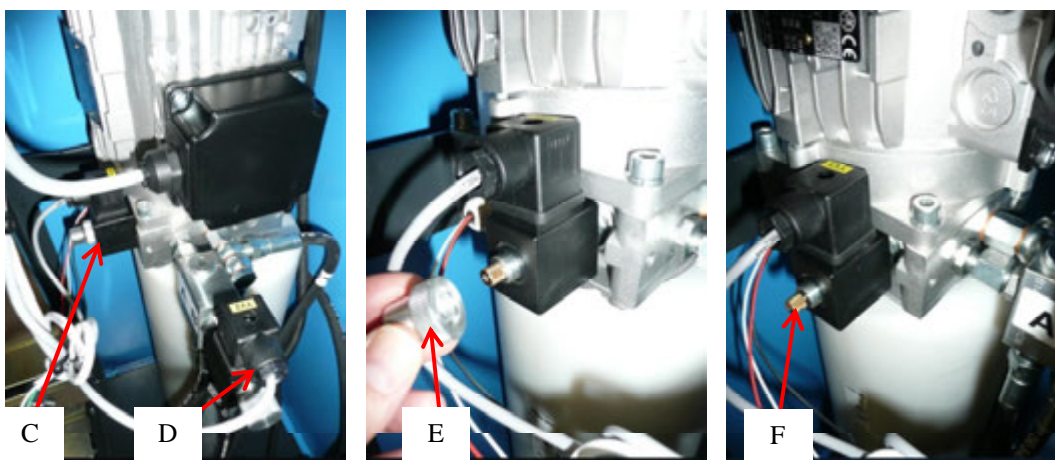

Fig. 18
- c. Draai de dopmoer (E) los van het ventiel (C) dat in het ventielblok geschroefd zit. (Fig. 18)
- d. Draai voorzichtig het handventiel met de hand open (F). (tegen de klok in is openen, met de klok mee is sluiten)